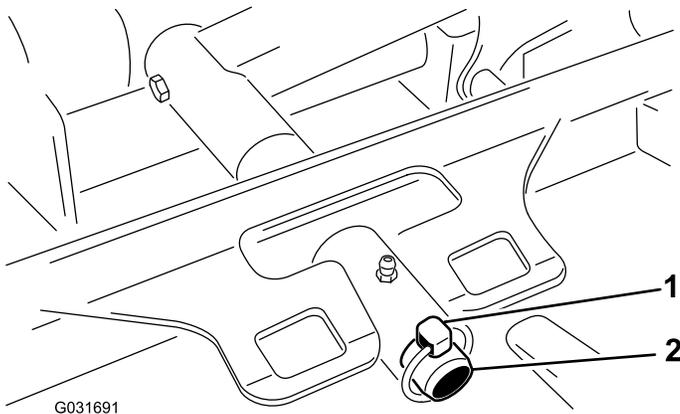

図 70
3. デッキのキャリアフレームを昇降アームのピボットピンに固定しているリンチピンを外す 図 70。
3. デッキのキャリアフレームを昇降アームのピボットピンに入れ、リンチピンで固定する 図 70。